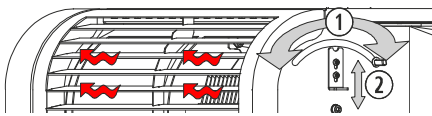
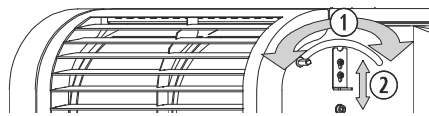
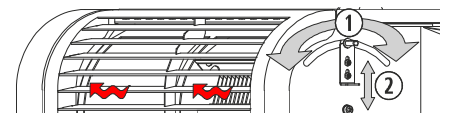

Figura 17
Figura 18
Figura 19
En el modelo Kiev, es posible configurar las salidas de aire de convección de la estufa según necesidad. A cada lateral de la estufa, se encuentra un vástago (1) que dependiendo de su posición, provocará que la estufa expulse el aire caliente por el frontal (vástago hacia atrás, figura 17), por la boca de canalización trasera (vástago hacia adelante, figura 18) o una combinación de ambas salidas (vástago en posición intermedia, figura 19), utilizando la fijación (2) que permite mantener el vástago en posición intermedia.